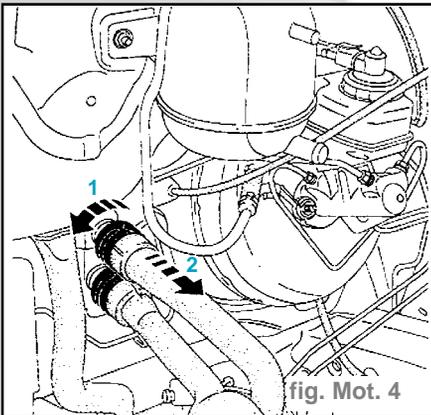

fig. Mot. 4
- types de montages à débrancher suivant les schémas ci-après (fig. Mot. 4 ou 5) :